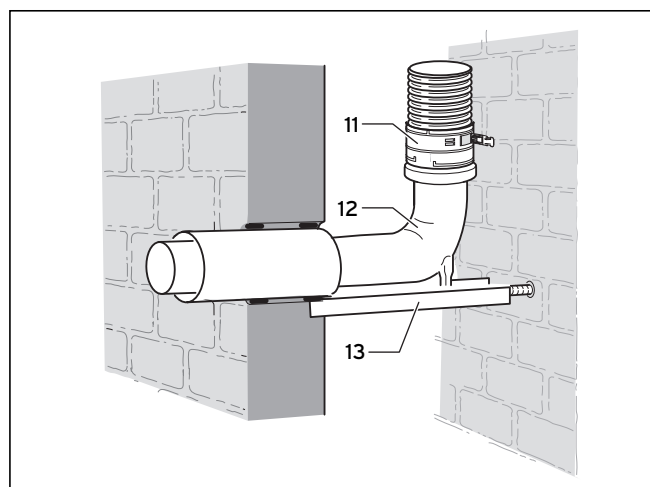

Fig. 5.37 Racord concentric al conductei flexibile pentru gaze arse
- Montați racordul concentric pentru cămin, precum se arată în Fig. 5.37.